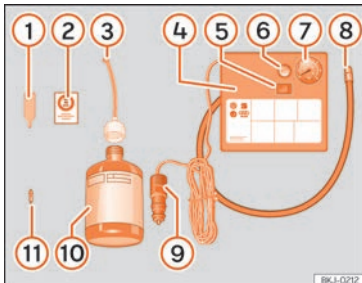

Fig. 96 Representación estándar: contenido del kit antipinchazos.
» **fig. 96:**
Vuelva a enroscar el tubo de inflado » **fig. 96** (8) y compruebe la presión en el manómetro (7).